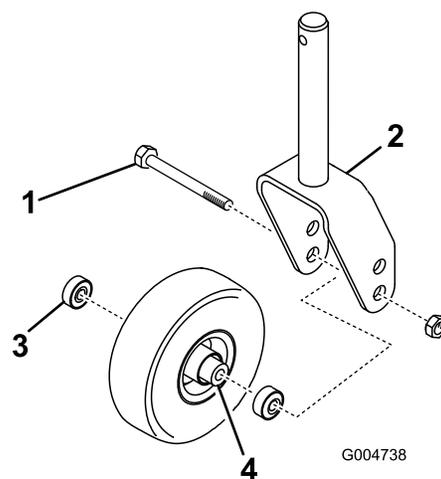
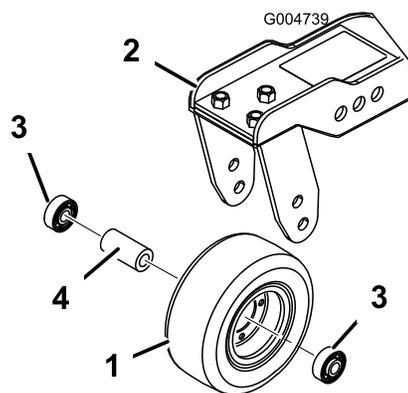

Рисунок 87
Рисунок 88
1. Выверните контргайку с болта, удерживающего узел поворотного колеса между вилкой (Рисунок 87) или рычагом (Рисунок 88) поворотного колеса.
2. Извлеките подшипник из ступицы колеса и дайте выпасть распорной втулке подшипника (Рисунок 87 и Рисунок 88).